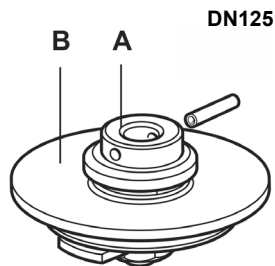

Fig. 6
- (Vedere la Fig. 6) L'otturatore di pre-apertura (A) agisce come una valvola pilota: viene aperto per primo permettendo il passaggio di fluido ad una portata controllata e, conseguentemente, la pressione differenziale tra monte e valle della valvola si riduce permettendo una più facile manovra dell'otturatore principale (B) che potrà essere staccato dalla sede con minor sforzo. Per facilitare la chiusura della valvola il flusso del fluido dovrà entrare nella valvola dal lato del "soffietto di tenuta" e quindi in modo inverso rispetto le normali installazioni.